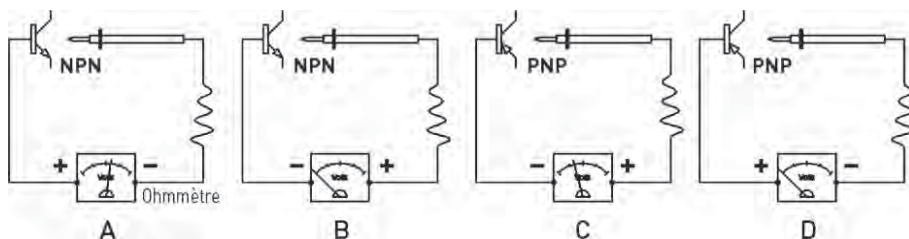

Figure 11. — Repérage du type d'un transistor à l'aide d'un ohmmètre.
**6°) Repérage du type du transistor** (figure 11). — Lorsque le pôle positif (+) de l'ohmmètre se trouve sur la base et que celui-ci dévie, le transistor est du type NPN (fig. 11A). En sens inverse, il ne dévie pas (fig. 11B). Lorsque le pôle négatif (-) de l'ohmmètre se trouve sur la base et que celui-ci dévie, le transistor est de type PNP (fig. 11C). En sens inverse, il ne dévie pas (fig. 11D). S'il n'y a aucune déviation dans les deux sens, le transistor est défectueux.